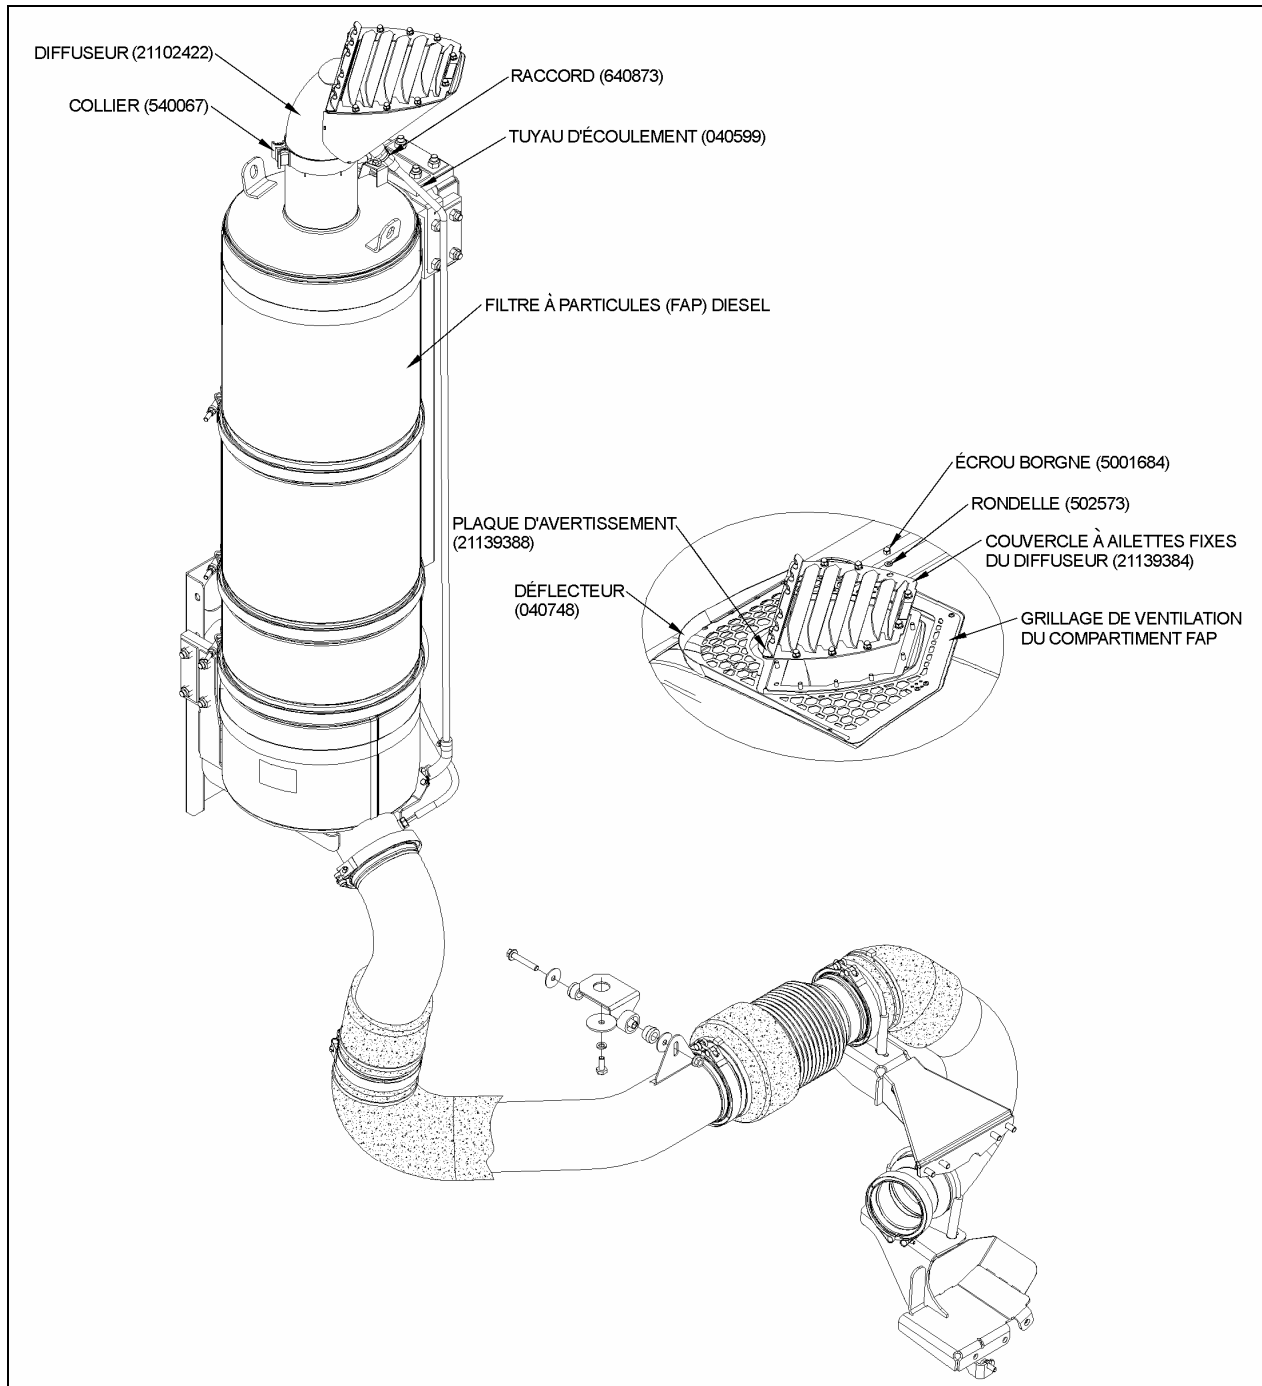

FIGURE 2 : INSTALLATION DU SYSTÈME D'ÉCHAPPEMENT AVEC MOTEUR VOLVO D13
3. Retirer le collier de fixation du diffuseur situé au-dessus du filtre à particules (voir fig. 2).
4. Dévisser le raccord du tuyau d'écoulement du diffuseur (voir fig. 2).
6. Positionner le grillage de ventilation du compartiment du Filtre À Particules (FAP) diesel puis fixer le nouveau déflecteur (040748) et le grillage à l'aide des vis de fixation du grillage (voir fig. 2).
7. Fixer le diffuseur à l'aide du collier de fixation en acier inox. (540067) (voir fig. 2).
8. Reconnecter le tuyau d'écoulement au diffuseur à l'aide du raccord (voir fig. 2).
9. Fixer le couvercle à ailettes fixes du diffuseur (21139384) ainsi que la plaque d'avertissement sur le diffuseur à l'aide des rondelles (502573) et des écrous borgnes (5001684) (voir fig. 2).